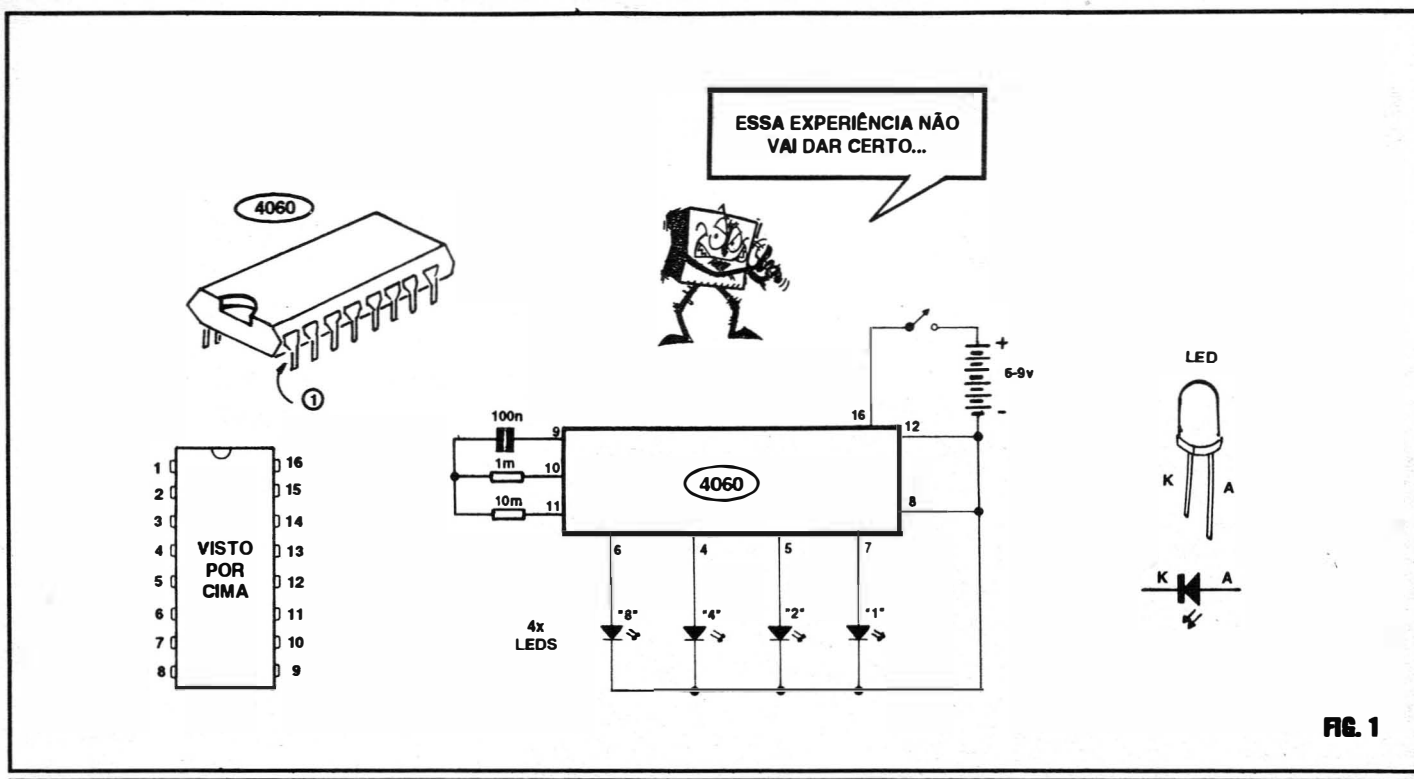
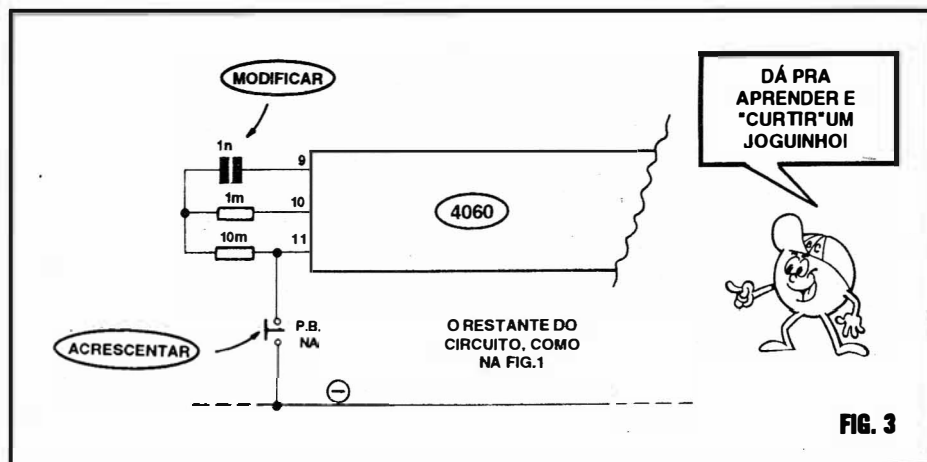

FIG. 1
FIG. 3
**- FIG. 1 - ESQUEMA DO CIRCUITO EXPERIMENTAL** - Juntamente com dados "pessoais" (aparência, pinagem, símbolo, etc.) dos principais componentes (Integrado e LEDs), o "esquema" do
**- FIG. 3 - TRANSFORMANDO O CONTADOR BINÁRIO NUM GOSTOSO JOGUINHO** - Nasua velocidade básica (dependendo dos valores dos componentes externos, resistores de 1M e 10M, e capacitor de 100n - ver fig. 1), o sequenciamento da contagem é “observável” e “acompanhável” a olho nú, já que os incrementos se dão com intervalos maiores do que 1 segundo... No entanto, simplesmente “acelerando” consideravelmente a velocidade do *CLOCK*, é possível transformar o circuito num interessante joguinho digital, verdadeiro DADO (sorteador de números), logicamente com seus resultados diretamente em BINÁRIO! Para tanto, as únicas providências extras, “em cima” do circuito básico, são as mostradas com a indicação de “MODIFICAR”, na figura: substituir o capacitor original (de 100n) por um de 1n (com o que a Frequência de